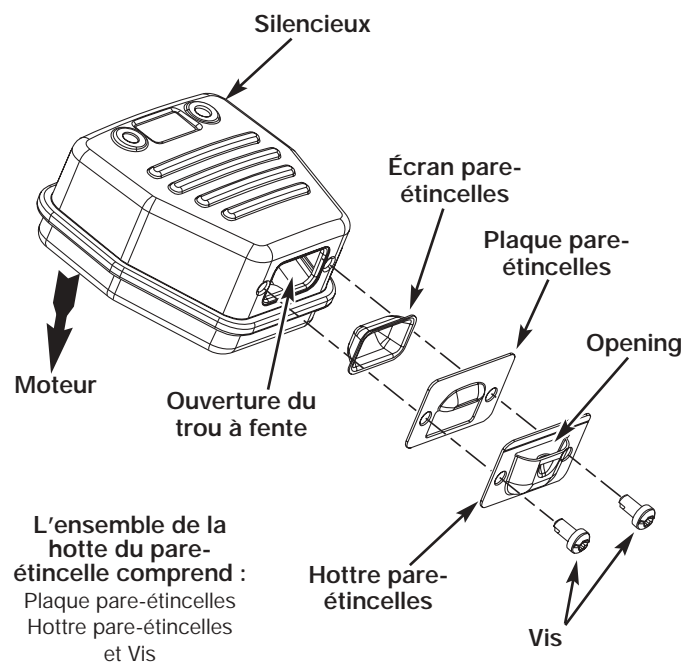

Fig. 31
2. Situez le pot d'échappement sans le retirer. Trouvez les deux (2) vis sur la partie inférieure du pot d'échappement (Fig. 31) Ces deux vis tiennent l'ensemble du déflecteur d'échappement et l'écran pare-étincelles à la partie inférieure du pot d'échappement. Retirez les deux (2) vis en vous servant soit d'un tournevis torx #20 ou d'un tournevis plat.
6. Placez la plaque du pare-étincelle au dessus du pare-étincelles avec le côté « élevé » vers le haut et l'ouverture vers le moteur (Fig. 31).
7. Placez la hotte du pare-étincelle sur la plaque du pare-étincelle avec le côté « élevé » vers le haut et l'ouverture tournée DU COTE OPPOSE au moteur (Fig. 31). Assurez-vous que l'échappement soit bien tourné DU COTE OPPOSE au moteur.